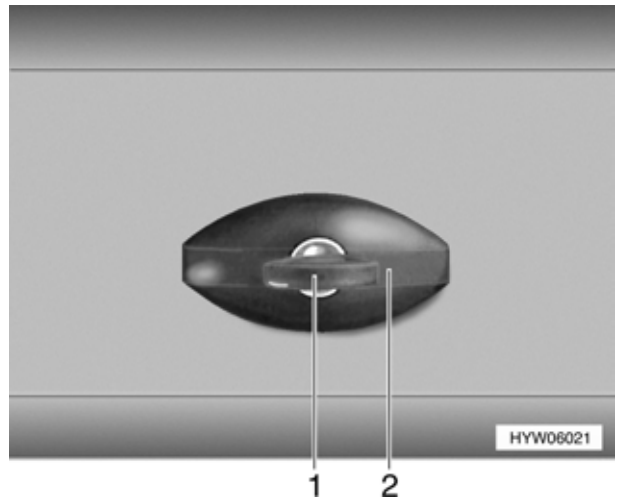

Fig. 33 Serratura dello sportello (variante 3), chiusa
- ▷ In caso di pioggia è possibile che dell'acqua penetri nella serratura aperta dello sportello. Chiudere perciò la maniglia della serratura (Fig. 33,2) come illustrato in Fig. 33.
- Inserire la chiave nel cilindro della serratura (Fig. 33,1) e girare in senso antiorario di un quarto di giro. La maniglia della serratura (Fig. 33,2) scatta all'infuori.